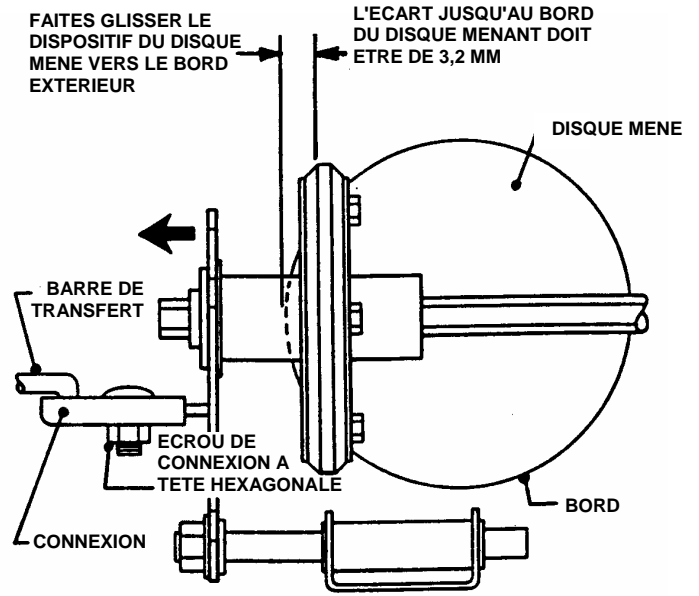

FIGURE 4.10
3. Faites glisser le dispositif du disque mené jusqu'à ce qu'il soit à 3,2 mm du bord du disque menant. Conservez la mesure 3,2 mm et supprimez le jeu aux différents points de pivot. Ceci peut être fait en maintenant la barre de transfert et en appliquant une pression vers la gauche (si l'on est en position d'utilisation). Ensuite, resserrez bien l'écrou de connexion à tête hexagonale. Voir figure 4.10. Réglez la vitesse au sol sur la première vitesse, puis repassez en sixième vitesse. Vérifiez une nouvelle fois la mesure de 3,2 mm qui a été décrite plus tôt. Remettez le ressort de direction ainsi que le dispositif du disque mené.